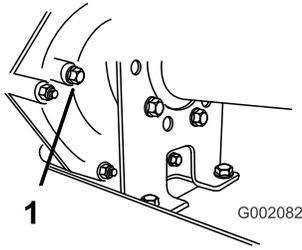

Figura 61
2. Rimuovete il bullone dal foro di indicazione del livello (Figura 61).